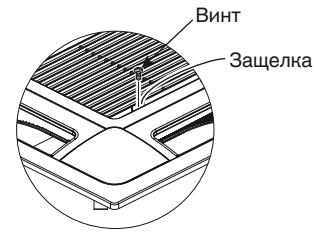

Рис. 7-3
- (1) Снимите решетку входа воздуха и воздушный фильтр с потолочной панели.
- a) Открутите 2 винта на защелке решетки входа воздуха. (Рис. 7-3) (Установите на место решетку входа воздуха после установки потолочной панели.)